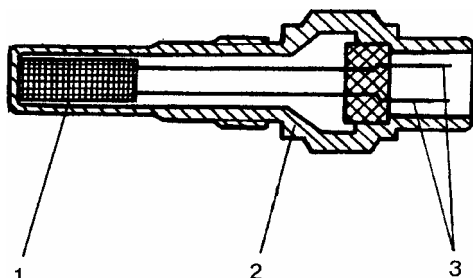

Рис. 27. Датчик температуры двигателя: 1 — термочувствительное сопротивление (сопротивление уменьшается с увеличением температуры), 2 — корпус, 3 — штекеры
7. **Датчик температуры охлаждающей жидкости, датчик температуры двигателя.** При нагреве изменяется его сопротивление (см. рис. 27).
Датчик температуры охлаждающей жидкости (рис. 27) по внешнему виду похож на термореле (тепловое реле времени), управляющее работой пусковой форсунки. Однако, принцип его действия совершенно иной. Если термореле, (см. рис. 11), это простой термоэлектрический выключатель, то датчик температуры двигателя — это термочувствительное сопротивление с отрицательным температурным коэффициентом. Отрицательный температурный коэффициент — это обратная зависимость между температурой нагрева и сопротивлением датчика. Это означает, что у холодного датчика сопротивление — максимальное, а по мере нагрева его сопротивление уменьшается.